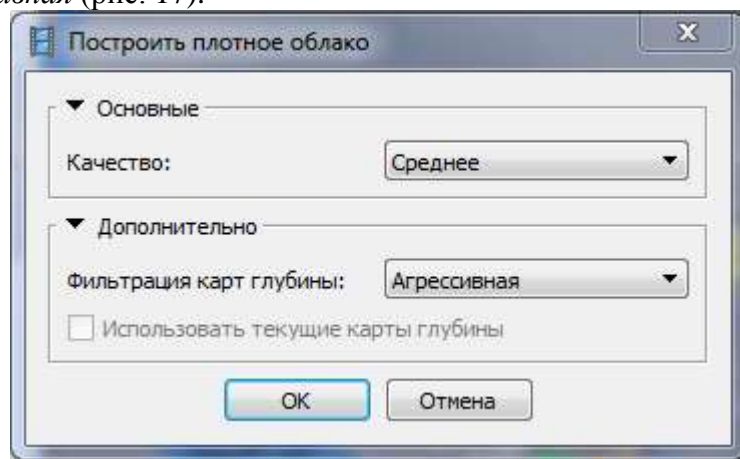

Рис. 17. Установка параметров формирования плотного облака
3. Построение плотного облака выполняется одноименной командой *Обработка–Построить плотное облако*, причем в диалоговом окне также задается параметр качества (в примере – *Среднее*), а дополнительный параметр фильтрации карт глубины обычно устанавливается на *Агрессивная* (рис. 17).